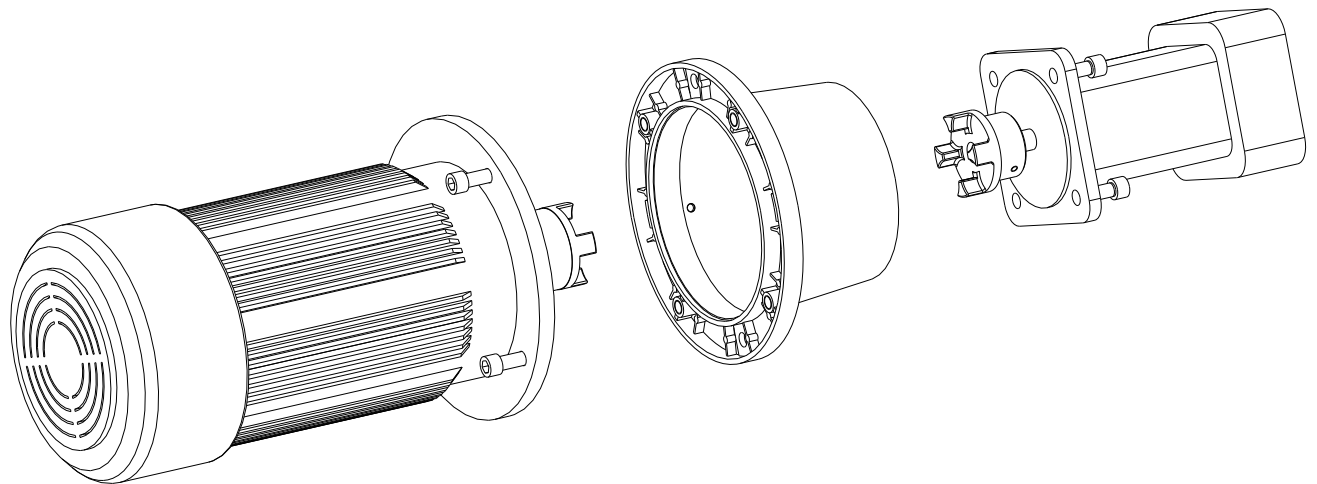

Bild 3: Montage E-Motor bzw. Pumpe mit Pumpenträger
- Der Pumpenträger wird auf die Motorzentrierung / Pumpenzentrierung (siehe Bild 3) aufgesteckt und verschraubt. Zur Befestigung des Pumpenträgers an den Motor sind **nur** die dafür vorgesehenen Gewindebohrungen zu verwenden.